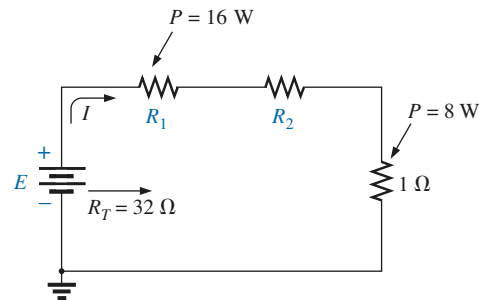

FIG. A4.99
15. Determine las cantidades desconocidas para el circuito de la figura A4.99 con la información proporcionada.